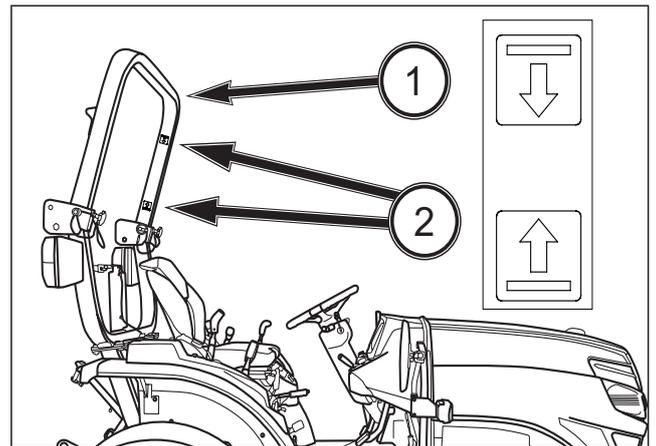

FIG. 110
FIG. 110: El tractor tipo ROPS con la que está equipado el tractor es una estructura de protección antivuelco (ROPS) (1) y el cinturón de seguridad. El cinturón de seguridad debe usarse en todo momento cuando el tractor se utiliza con la ROPS en posición vertical y bloqueada.